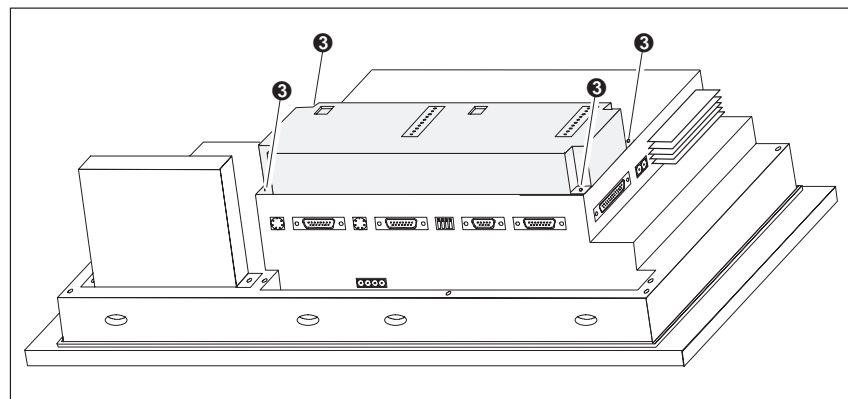

Bild 18-6 Direkttastenmodul am OP befestigen (Beispiel OP37)
4. Befestigen Sie das Direkttastenmodul mit den vier beige-packten Schrauben ③ am OP (siehe Bild 18-6).